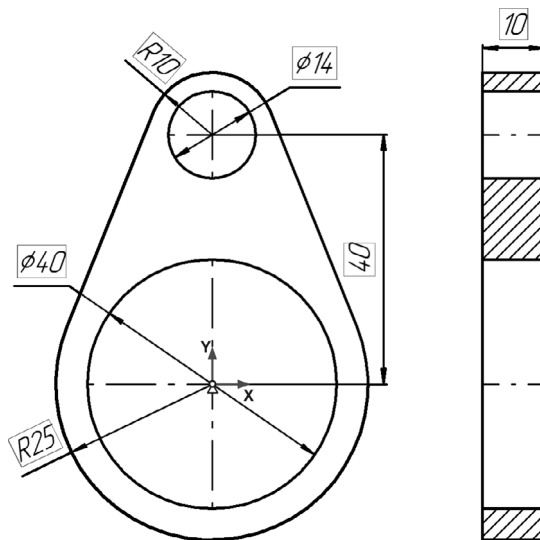

Рис. 66.34.
8. Проверьте ее работоспособность, изменив размеры на главном виде так, как показано на рис. 66.34.